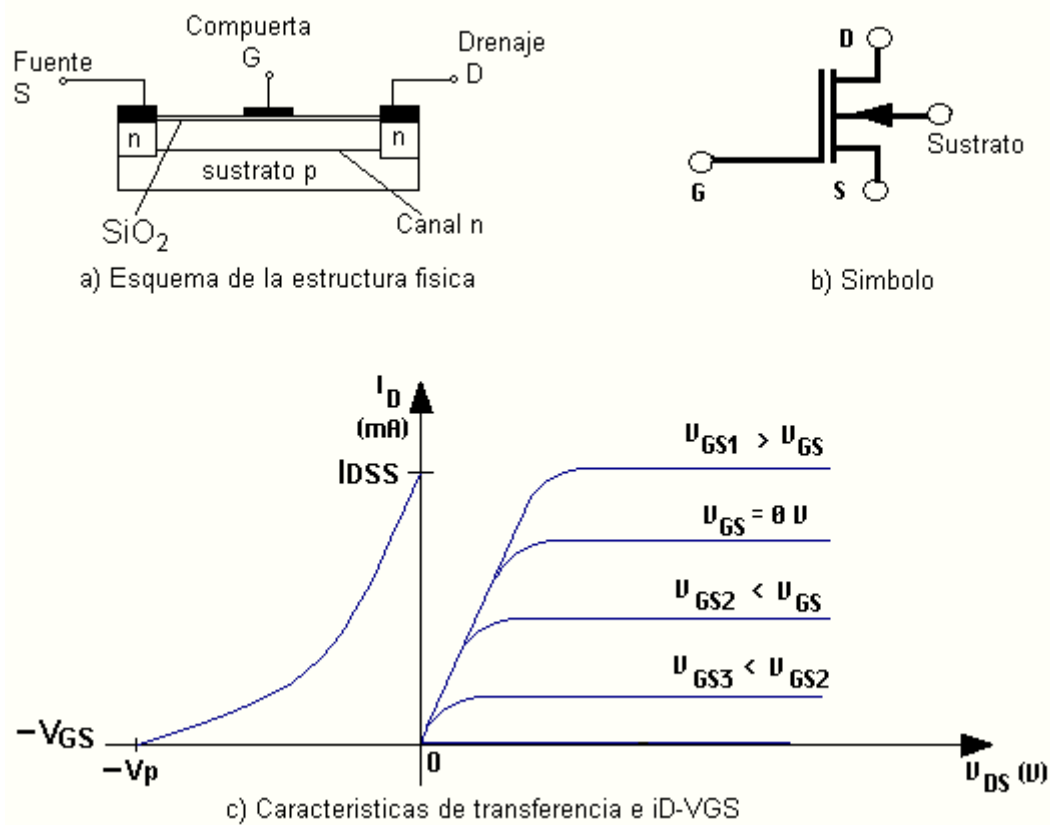

Figura 6. MOSFET de empobrecimiento de canal n.
Las construcciones de los MOSFET de empobrecimiento de canal n y de canal p se muestran en las figuras 6 y 7, respectivamente. En cada una de estas figuras se muestran la construcción, el símbolo, la característica de transferencia y las características i_D - V_{GS} . El MOSFET de empobrecimiento se construye (como se muestra en la figura 6(a) para el canal n y en la figura 7(a) para el canal p) con un canal físico construido entre el drenaje y la fuente cuando se aplica una tensión, V_{DS} .
El MOSFET de empobrecimiento de canal n de la figura 6 se establece en un sustrato p, que es silicio contaminado de tipo p. Las regiones contaminadas de tipo n de la fuente y el drenaje forman conexiones de baja resistencia entre los extremos de canal n y los contactos de aluminio de la fuente (S) y el drenaje (D). Se hace una capa de silicio de SiO_2 , que es un aislante, en la parte superior del canal n, como se muestra en la figura 6(a). Se deposita una capa de aluminio sobre el aislante de SiO_2 para formar la terminal de compuerta (G). El desempeño del MOSFET de empobrecimiento, es similar al del JFET, como puede verse en las figura 6(c) y 7(c). El JFET se controla por la unión pn entre la compuerta y el extremo de drenaje del canal. No existe dicha unión en el MOSFET de enriquecimiento, y la capa de SiO_2 actúa como aislante. Para el MOSFET de canal n, mostrado en la figura 6, una V_{GS} negativa saca los electrones, de la región del canal, empobreciéndolo. Cuando V_{GS} alcanza V_p , el canal se estrecha. Los valores positivos de V_{GS} aumentan el tamaño del canal, dando
por resultado un aumento en la corriente de drenaje. Esto se indica en las curvas características de la figura 6(c).
Como puede verse en las figuras 6(b) y 7(b), el símbolo para el MOSFET posee una cuarta terminal, el *sustrato*. La flecha apunta hacia adentro para un canal n y hacia afuera para un canal p. El MOSFET de empobrecimiento de canal p, que se muestra en la figura 7, es igual que el de la figura 6, excepto que se invierten los materiales n y p al igual que las polaridades de las tensiones y corrientes.